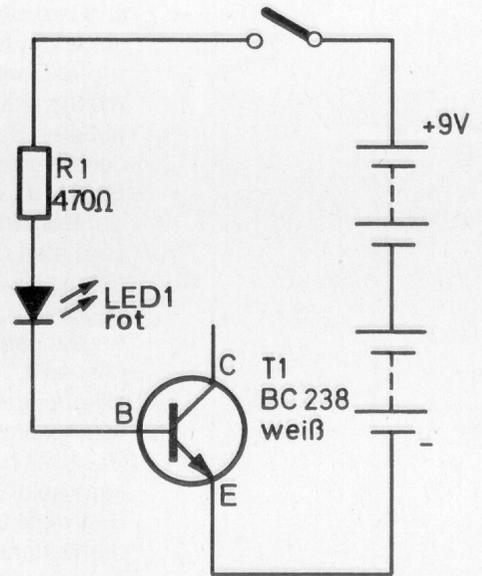

Abb. 2.12.
Zunächst soll die Schaltung nach Abb. 2.12. aufgebaut werden. Nach Betätigung des Schalters muß geprüft werden, ob die LED leuchtet oder nicht. Nun ändert man die Schaltung so ab, daß die Basis (B) mit dem Minuspol und der Emitter (E) mit dem Pluspol der Batterie Verbindung hat, und betätigt wieder den Schalter. Im ersten Fall leuchtet die LED auf, im zweiten nicht.